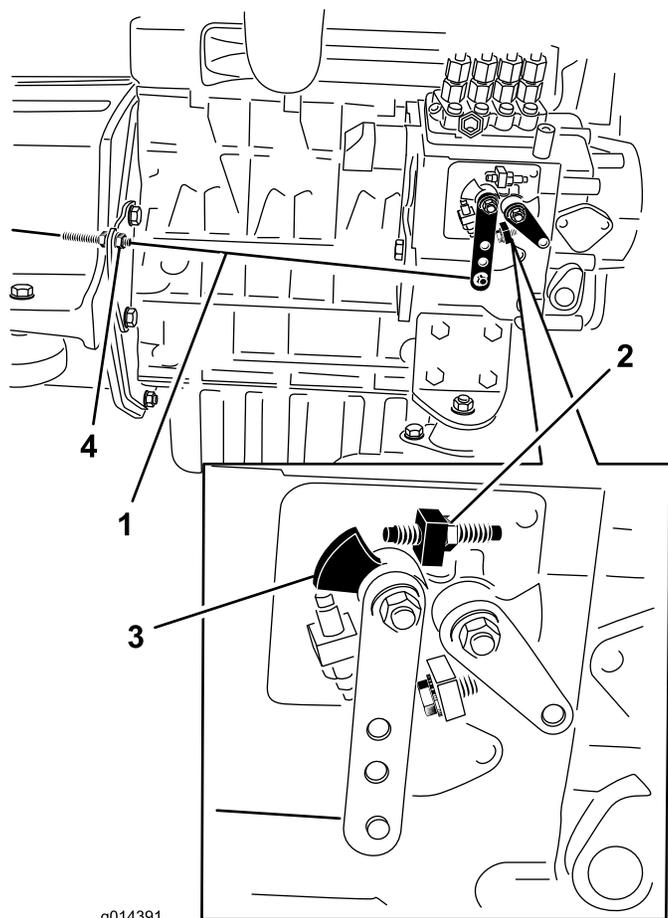

Figura 29
2. Verificate la posizione della leva di selezione della velocità sulla pompa di iniezione del carburante. La leva di selezione della velocità dovrebbe venire a contatto con la vite di velocità elevata quando la leva dell'acceleratore è in posizione (di arresto) FAST (Figura 29).
3. Se necessario, regolate la posizione dei controdadi del cavo di comando dell'acceleratore finché la leva di selezione della velocità non viene a contatto con la vite di velocità elevata quando la leva dell'acceleratore è in posizione (di arresto) FAST (Figura 29).